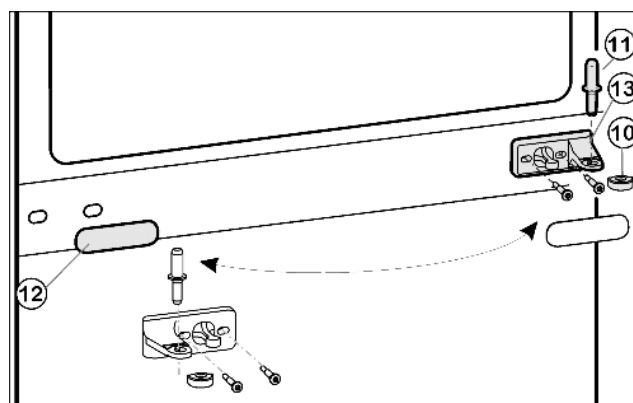
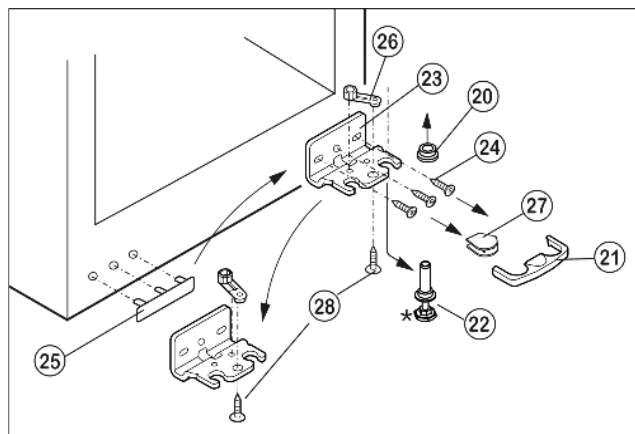

Fig. 5
Fig. 6
- Prostřední ložiskový čep Fig. 5 (11) vytáhněte ze stojanu ložiska a spodních dveří.
- Plastovou čepičku Fig. 5 (10) stáhněte.
- Stojan ložiska Fig. 5 (13) odmontujte.
- Krytku Fig. 5 (12) opatrně stáhněte.
- Prostřední stojan ložiska Fig. 5 (13) přišroubujte otočený o 180° na novou stranu závěsu (s 4 Nm).
- Krytku Fig. 5 (12) otočenou o 180° zasuňte na nové straně madla.
- Pojistku Fig. 6 (21) stáhněte dopředu.
- Kryt Fig. 6 (27) stáhněte.*
- Seřizovací nožku Fig. 6 (22) zcela zašroubujte.
- Ložiskový čep Fig. 6 (22) vytáhněte dolů a dopředu. Přitom je třeba dávat pozor na pouzdro závěsu Fig. 6 (20).
- Stojan ložiska Fig. 6 (23) odšroubujte (3x Torx 25) Fig. 6 (24).
- Díl ložiska Fig. 6 (26) odšroubujte (1x Torx 25) Fig. 6 (28) a přemístěte do protilehlého upínacího otvoru stojanu ložiska, zase přišroubujte.
- Krytku Fig. 6 (25) na straně madla opatrně vytáhněte a přemístěte.
- Stojan ložiska Fig. 6 (23) na nové straně závěsu zase příp. přišroubujte pomocí akumulátorového šroubováku (**s 4 Nm**).
- Kryt Fig. 6 (27) nasadíte na protilehlé straně.*
- Pojistka (21) musí na stranách zapadnout do stojanu ložiska, aby ložiskový čep a tím i dveře byly zajištěny.
- Pojistku (21) zase zatlačte na stojan ložiska.
- Pouzdro závěsu Fig. 6 (20) nasadíte.
- Spodní dveře nasadíte shora na spodní ložiskový čep Fig. 6 (22).
- Plastovou krytku Fig. 5 (10) nasadíte zase na prostřední stojan ložiska Fig. 5 (13).
- Prostřední ložiskový čep Fig. 5 (11) vložte přes prostřední pouzdro ložiska Fig. 5 (13) do spodních dveří na nové straně závěsu.
- Horní dveře usadíte na prostředním ložiskovém čepu Fig. 5 (11).
- Dveře případně pomocí obou podélných děr ve spodním stojanu ložiska Fig. 6 (23) a v prostředním stojanu ložiska Fig. 5 (13) vyrovnejte tak, aby lícovaly. Vyšroubujte prostřední šroub na stojanu ložiska dole Fig. 6 (23).